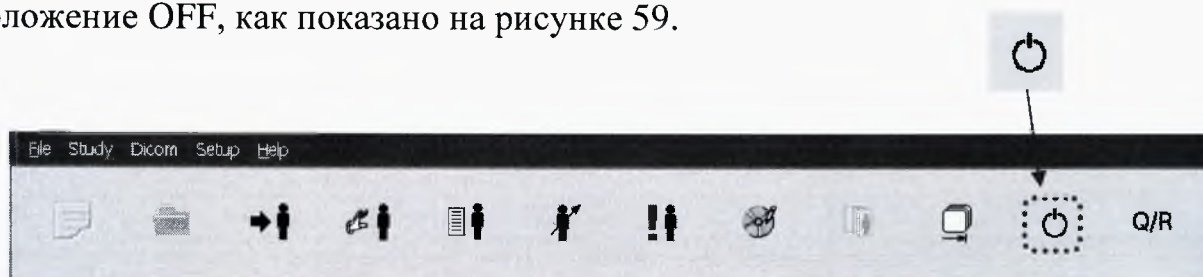

Рисунок 58
8.2.3 После нажатия кнопки «Shutdown» в списке исследований (см. рисунок 58) дождитесь отображения на мониторе следующего сообщения: «It's now safe to turn off your computer» и отключите стойку, повернув выключатель в положение OFF, как показано на рисунке 59.